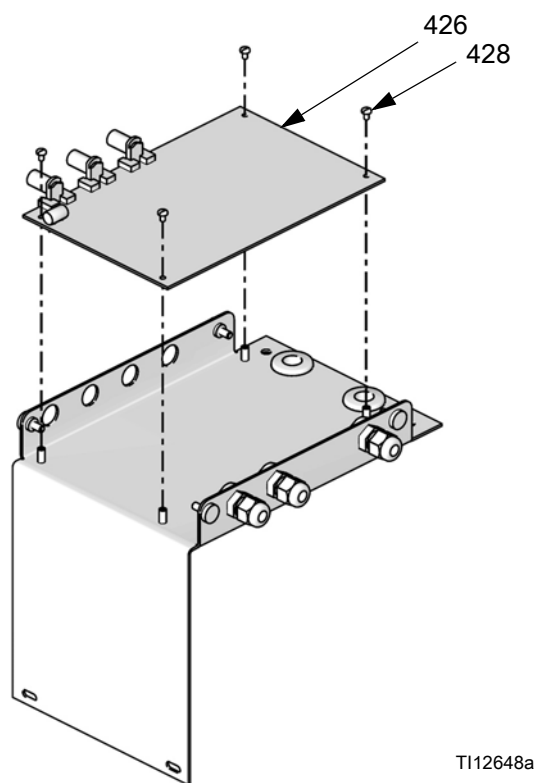

Рис. 28: Снятие платы управления
4. Выкрутите 4 винта (428). Извлеките плату управления (426). Рис. 28.